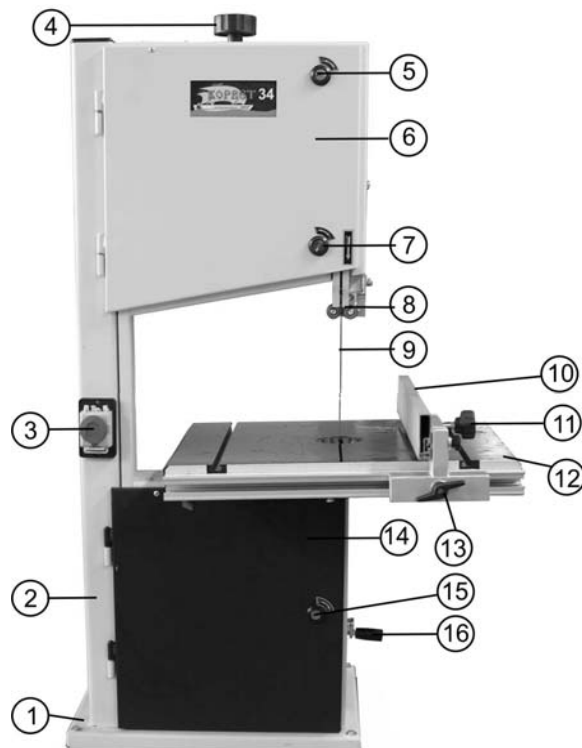

Рис.2
8.1.2. При установке пилы на верстаке для обеспечения устойчивости пила должна быть надежно прикреплена к верстаку через специальные отверстия в нижней части основания (1), Рис.2. Для этой цели необходимо установить болтовые соединения. Обязательно используйте при креплении плоскую и пружинную шайбы на каждый болт (не комплектуется).
- Переносить пилу при помощи подъемных механизмов и приспособлений, учитывая массу пилы (см. Табл.1) и только за основание (1), Рис.2.
10.3. Установка маховика натяжения пыльной ленты (Рис.2)
10.3.1. Маховик натяжения пыльной ленты (4), входящий в комплектность пилы Рис.1, установить, как показано на Рис.2.
10.4. Установка ручки маховика натяжения ремня (Рис.2)
10.4.1. Ручку (Ж) Рис.1, как показано на Рис.2 установить в маховик натяжения ремня (16).
11.1.1. В связи с выполнением ряда работ есть периодическая необходимость установки рабочего стола (12) под прямым углом к пильной ленте (9) Рис.2. На данной пиле предусмотрено такое фиксированное положение.